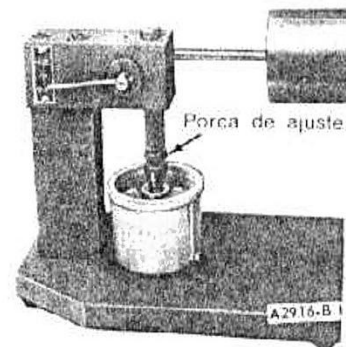

fig. 3 — ajuste do comprimento da haste
4. Ajustar o comprimento da haste do equipamento (fig. 3) até que o ponteiro fique na posição "I", quando a haste tocar o êmbolo do tucho.